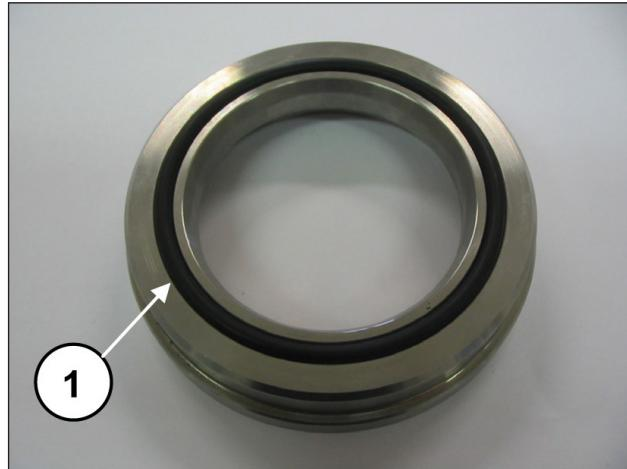

Abb. 200
Montieren Sie nun den O-Ring (Pos. ①, Abb. 200) in den Kopfring der KC-Dichtungen und setzen Sie letzteren in seine Aufnahme am Pumpenkopf ein.